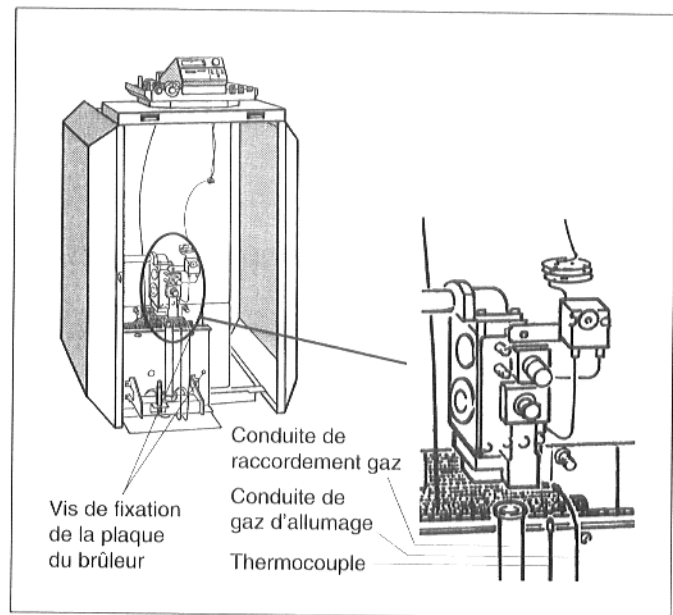

Fig. 34 : démontage du brûleur à gaz
- ✱ Débrancher la conduite de gaz d'allumage du raccord à vis du bloc gaz (fig. 34).
- ✱ Débrancher la conduite de raccordement gaz du raccord à vis (fig. 34).
- ✱ Débrancher le thermocouple du bloc gaz (fig. 34).
- ✱ Dévisser les quatre vis de fixation de la plaque du brûleur (fig. 34) et retirer le brûleur.